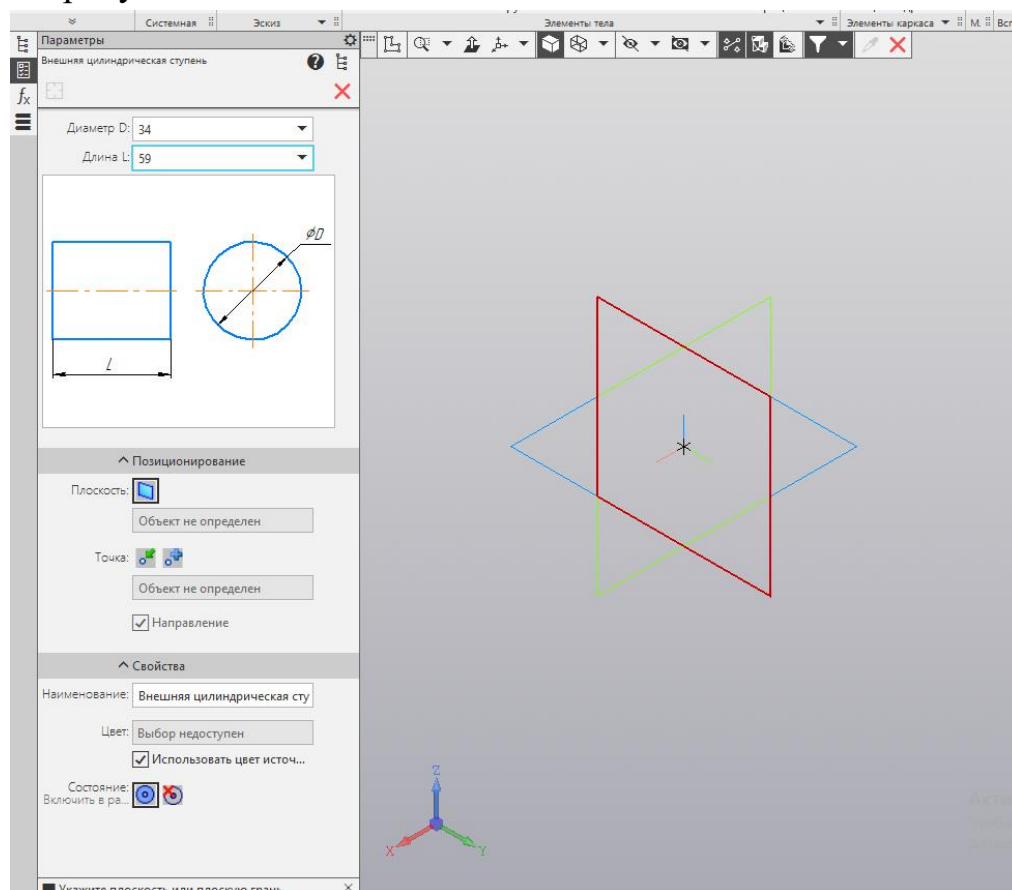

Рисунок 2 - Ввод параметров внешней цилиндрической ступени вала-шестерни
• В строке меню *Приложения* выберите команду *Механика – Валы и механические передачи 3D – Простые конструктивные элементы – Внешняя цилиндрическая ступень*. В открывшемся окне *Параметры* введите диаметр первой ступени вала 34 мм, длину – 59 мм, затем укажите плоскость ZY (рисунок 2). Нажмите кнопку *Создать* . Результат выполнения операции показан на рисунке 3.